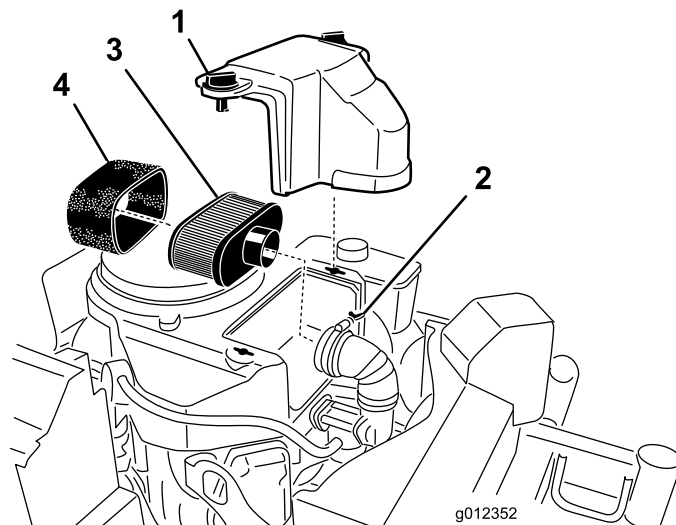

Figura 24
3. Pulite intorno al filtro dell'aria per evitare che la morchia possa penetrare nel motore provocando gravi danni (Figura 24).
4. Svitare le manopole del coperchio e togliete il coperchio del filtro dell'aria (Figura 24).
5. Allentate la fascetta stringitubo e togliete il gruppo del filtro dell'aria (Figura 24).
6. Togliete con cautela l'elemento in schiuma sintetica dall'elemento di carta (Figura 24).
1. Non pulite il filtro di carta. Sostituitelo (Figura 24).
1. Infilate con cautela l'elemento in schiuma sintetica sopra l'elemento di carta del filtro dell'aria (Figura 24).
2. Montate il filtro dell'aria completo sulla relativa base e fissatelo con i 2 dadi ad alette (Figura 24).
3. Montate il coperchio del filtro dell'aria e serrate la manopola del coperchio (Figura 24).